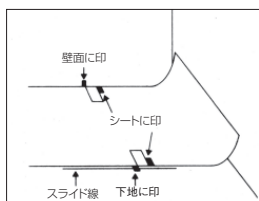

図4
- ①シートのたるみを取り、適当な箇所を選び巾定規を使ってシートの両端部および下地に印を付けます。シート内側端部はシートを正確にずらすために、下地にシートの端に沿ってスライド線を記入します。(図4)